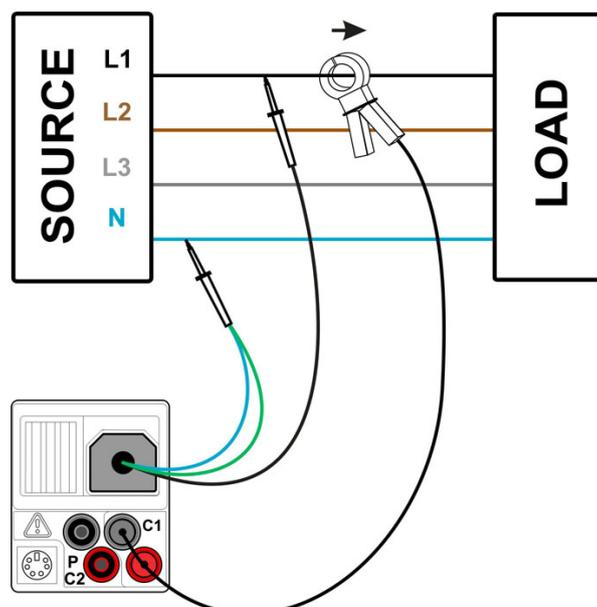

Abbildung 7.2: Leistungsmessung
- **Schließen Sie** die Spannungs-Prüfleitungen und die Stromzange an das Prüfstück an (siehe Abbildung 7.2).
(Siehe Abbildung 7.2)
- ❑ **Schließen Sie** die Spannungs-Prüfleitungen und die Stromzange an das Prüfstück an (siehe Abbildung 7.2).